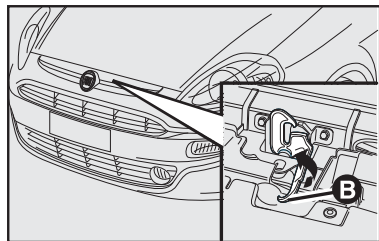

fig. 117
- 2) puxar a trava **B-fig. 117** localizada acima da grade frontal sob o capô. Como indicado pela seta;